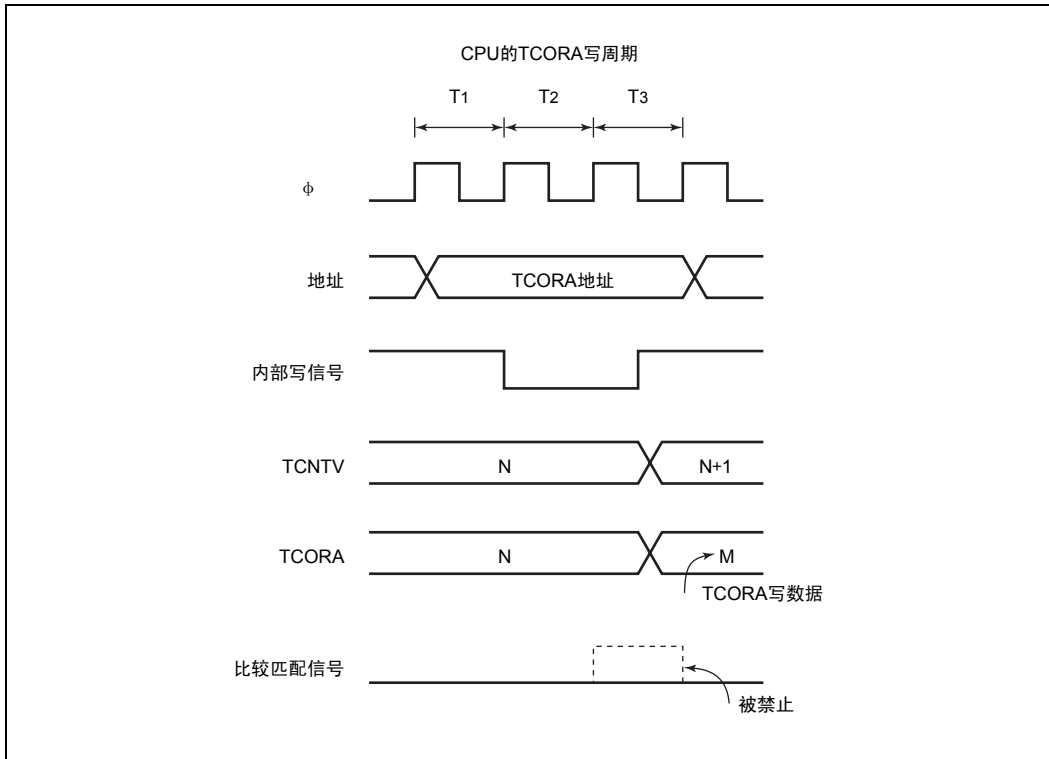

图 11.12 给 TCORA 写和比较匹配的竞争
- 在TCORA或TCORB写周期中的T3状态发生比较匹配的情况下，优先给TCORA或者TCORB写，禁止比较匹配信号。该时序如图11.12所示。